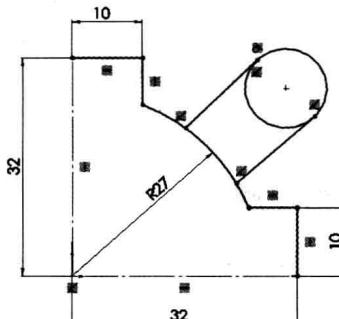

图 2-5 绘制圆和直线段
**Step4** 绘制圆和直线段。单击“草图”工具栏中的“圆” $\odot$ 和“直线” $\overline{\square}$ 按钮，绘制一个圆和两条直线段，如图 2-5 所示。